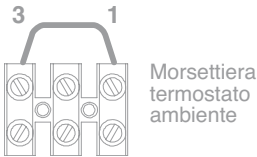

Figura 5.8
- Collegare il cavo di alimentazione elettrica proveniente dall'interruttore onnipolare alla morsettiera di alimentazione elettrica della caldaia Figura 5.8 rispettando la corrispondenza della linea (filo marrone) e del neutro (filo azzurro).